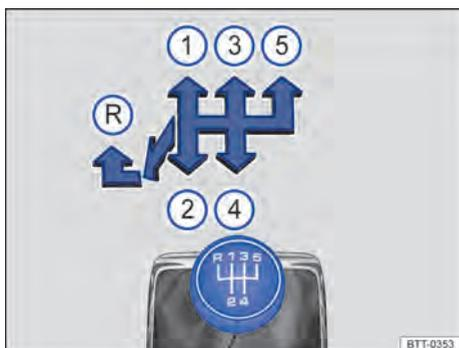
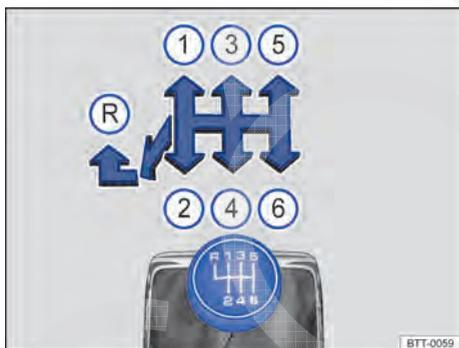

Fig. 94 Esquema de troca de marchas da transmissão manual de 5 marchas.
Fig. 95 Esquema de troca de marchas da transmissão manual de 6 marchas.
As posições de cada marcha estão representadas na alavanca de troca de marcha → Fig. 94 e → Fig. 95.
- Empurrar a alavanca de troca de marcha totalmente para a esquerda e depois para frente até a posição da marcha a ré → Fig. 94 e → Fig. 95 (R).